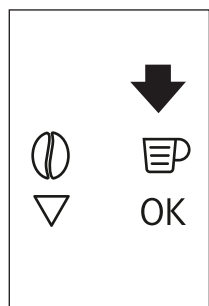
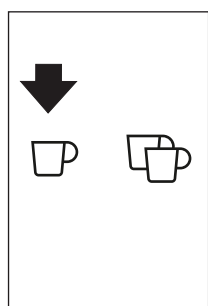

Rys. 16
Rys. 17
- ▶ Podstaw pod wylewki 1 filiżankę, jeśli chcesz zrobić 1 kawę (Rys. 16), lub dwie, jeśli chcesz zrobić 2 kawy (Rys. 16). Obniż wylewki jak najniżej się da, żeby przyrządzić bardziej kremową kawę (Rys. 17).